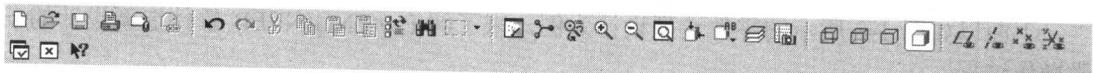

图 1-4 常用工具栏
(3) 常用工具栏。常用工具栏位于主菜单栏的下方(系统默认位置),如图 1-4 所示。它以图标的形式直观的表示每个工具的作用,相当于菜单中某些指令的快捷按钮,所以,使用起来非常方便。如果对图标的功能一时想不起,只要将鼠标指针停留在工具栏按钮上,则会显示该按钮对应的功能提示。